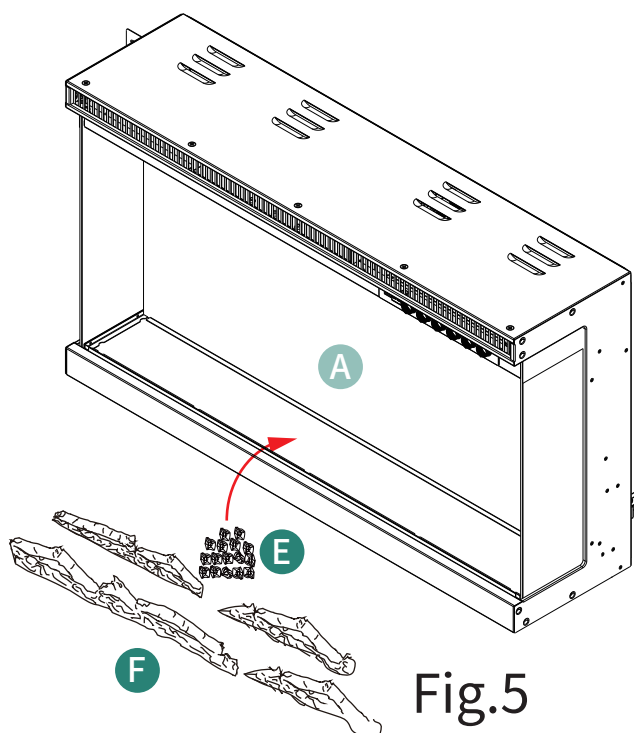

Fig.5
Unpack the box containing decorative crystals (E) and faux firewood (F), and place them inside the fireplace (see Fig. 5).
Packen Sie die Box mit den dekorativen Kristallen (E) und dem künstlichen Holz (F) aus und legen Sie sie in den Kamin (siehe Abb. 5).
Déballez la boîte contenant les cristaux décoratifs (E) et le faux bois (F), et placez-les à l'intérieur de la cheminée (voir Fig. 5).
Aprire la scatola contenente i cristalli decorativi (E) e la legna finta (F) e posizionarli all' interno del caminetto (vedi Fig. 5).
Desempaquete la caja que contiene los cristales decorativos (E) y la leña artificial (F), y colóquelos dentro de la chimenea (ver Fig. 5).